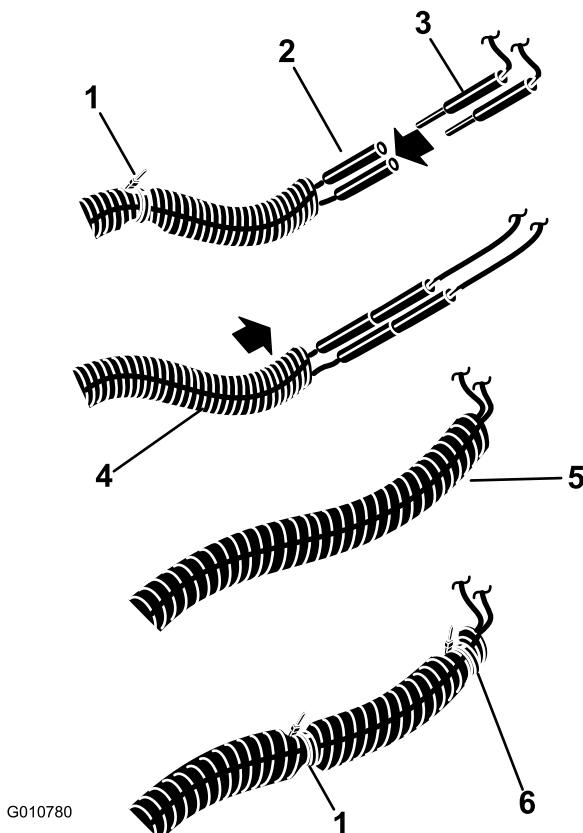

Figura 10
5. Conecte el faro al arnés de accesorios (Figura 10).